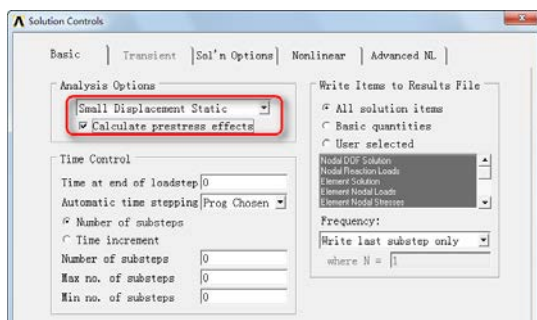

图 15-22 静力分析选项
② 设定分析选项：Main Menu > Solution > Analysis Type > Sol'n Controls，弹出如图 15-22 所示的“Solution Controls”对话框，选择“Calculate prestresseffects”选项，单击“OK”按钮。